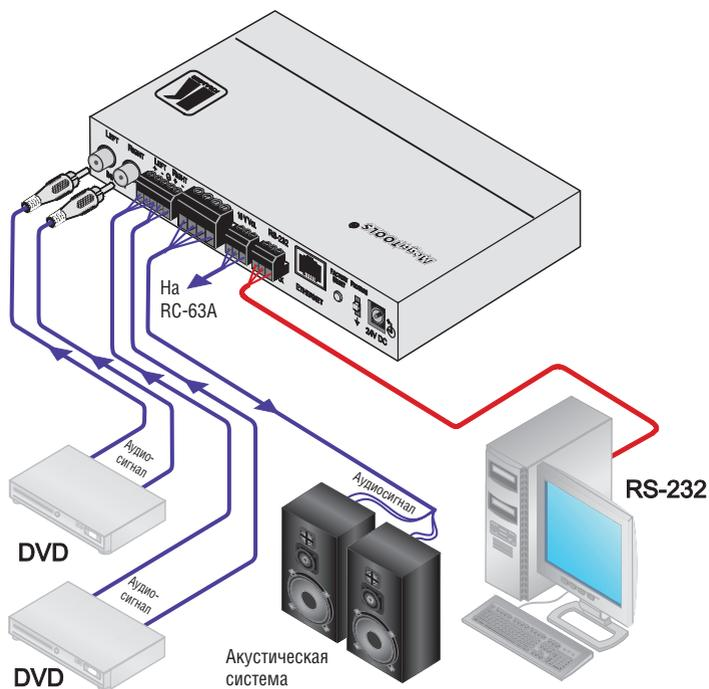

Рис. 2. Подсоединение усилителя мощности 906 / 908
Чтобы подсоединить усилитель **906 / 908** в соответствии с примером, показанным на рис. 2, действуйте в следующем порядке:
4. Подсоедините сетевой адаптер на 12 В (для **906**) или на 24 В (для **908**) постоянного тока к розетке входа электропитания, а адаптер подключите к электросети (на рис. 2 не показано).